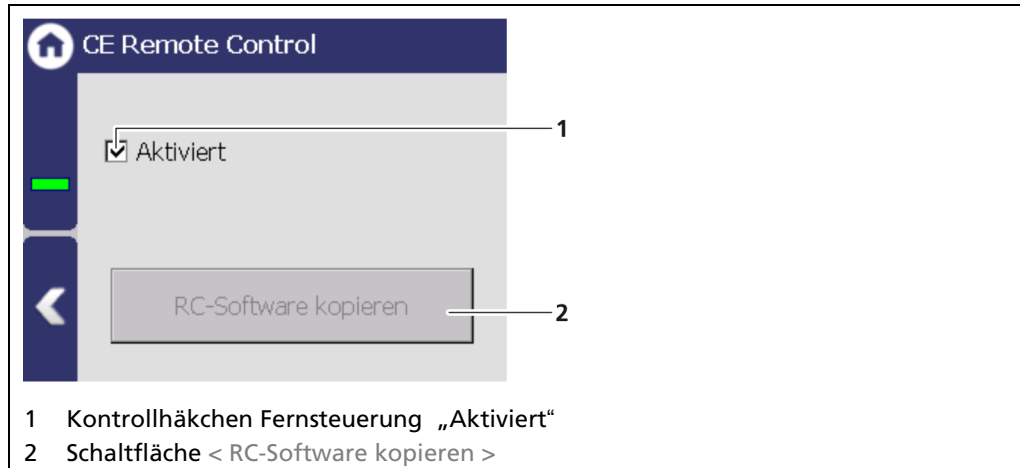

Abb. 46 CE Remote Control
Mit der Aktivierung (Abb. 46, Pos.1) des CE Remote Controls (Fernsteuerung) kann das Gerät über die Netzwerkverbindung bedient werden. Die Software der Fernsteuerung (RC-Software) ist auf dem Gerät gespeichert und kann auf einen USB-Speicher kopiert werden.
- ▶ Der USB-Speicher wird nach einigen Sekunden vom System erkannt und die Schaltfläche < RC-Software kopieren > (Abb. 46, Pos.2) kann angeklickt werden.
2. Klicken Sie die Schaltfläche < RC-Software kopieren > (Abb. 46, Pos.2) an.
Damit die Remote Control funktioniert, muss das Auswahlhäkchen im Menü "CE Remote Control" auf "Aktiv" (Abb. 46, Pos.1) gesetzt sein.